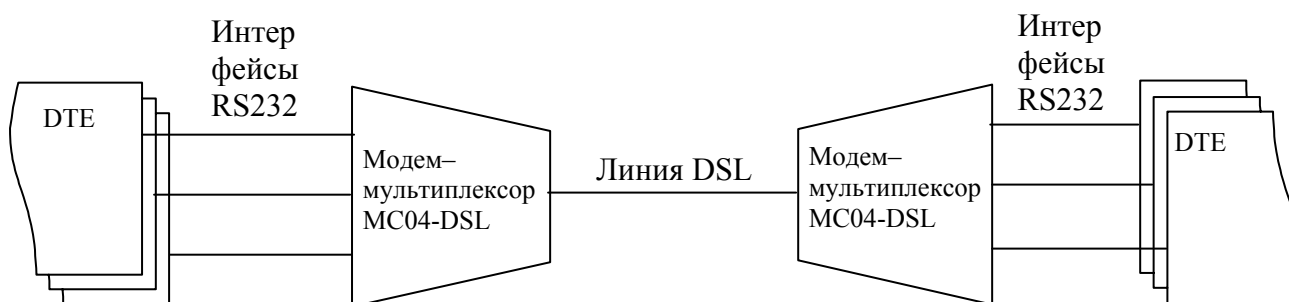

Рис. 4. Схема организации передачи данных по интерфейсам RS232.
4.1. В мультиплексор может устанавливаться до 8 плат RS232. Таким образом, можно организовать, как показано на рис.4 до 16 выделенных каналов передачи данных.